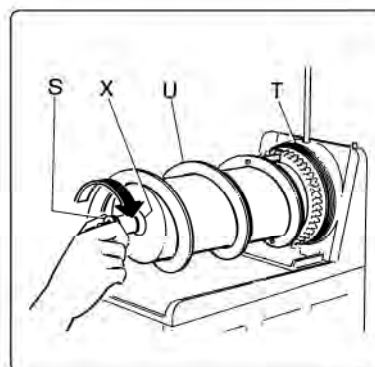

Fig. 14
- d)** Svitare il pomello di fissaggio (S) nel senso della freccia (filettatura a sinistra) e procedere all'estrazione del gruppo di miscelazione (U) e delle guarnizioni di tenuta (X) e (T) (vedi fig. 14).